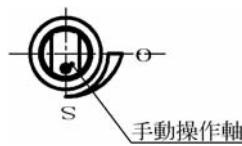

図5 開度インジケータ
- 開度インジケータ（図5）を見ながら手動操作軸を下記のトルクにてゆっくり回してください。